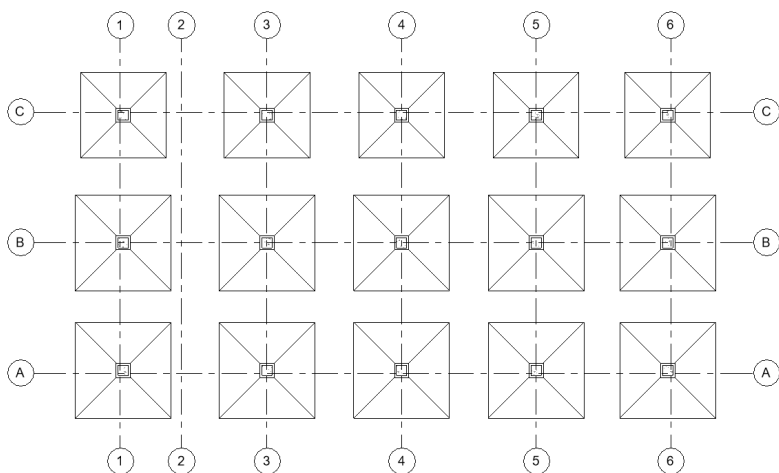

图 15-34 调整轴线
(11) 拖曳轴线的控制, 调整轴线的长度, 结果如图 15-34 所示。